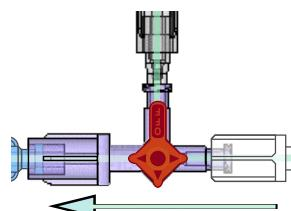

Figure 6 – Rinçage avec de la solution saline
- a. En cas de rinçage avec de la solution saline, orienter le robinet DyeVert Power XT sur OFF vers le *robinet de sélection de la valve*. (Voir Figure 6)